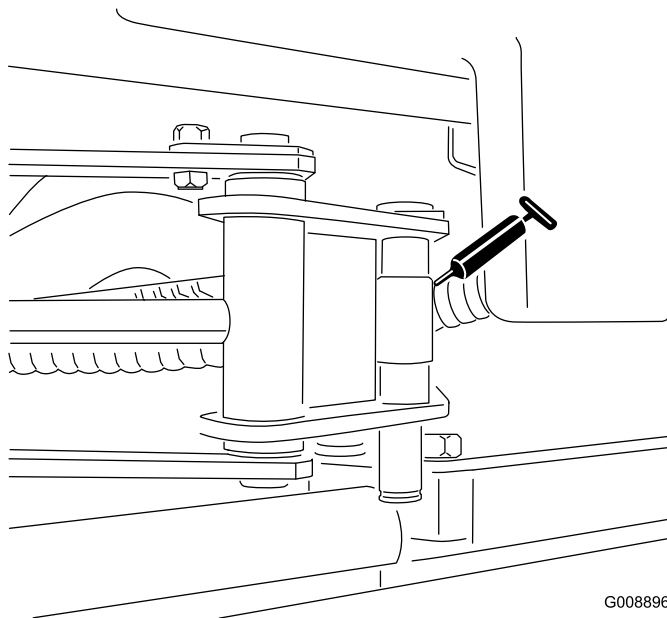

Figura 46
- Extremos de los cilindros del SideWinder (2; modelo 03206 solamente) (Figura 46)